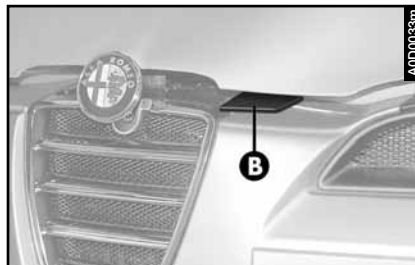

fig. 142
- Levantar la palanca (**B**-fig. 142) del dispositivo de seguridad.